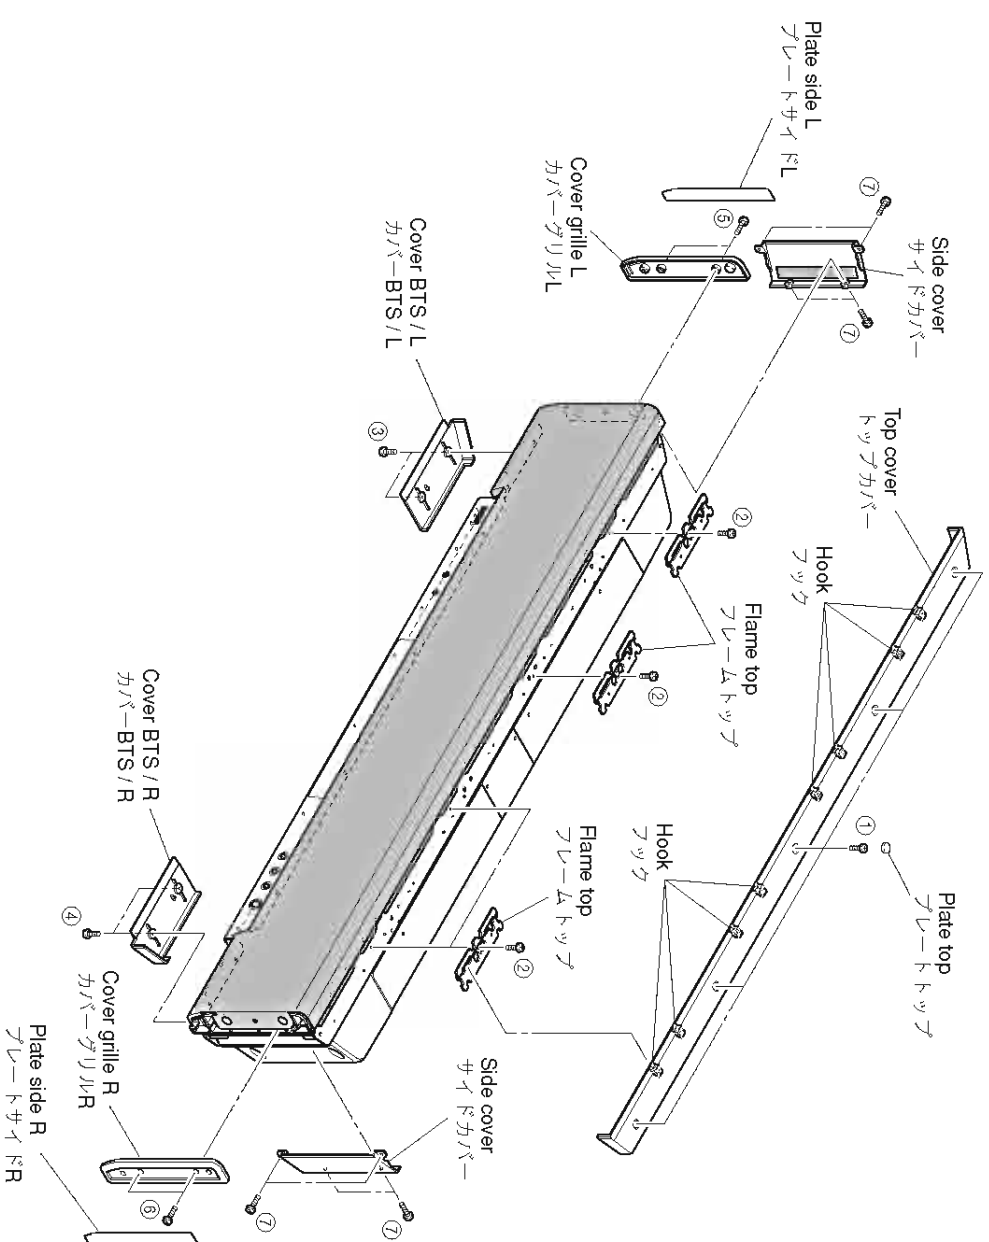

Fig. 1
- a. プレートトップを外し、①のネジ5本を外します。(Fig. 1)
- b. トップカバーの後ろを少し持ち上げ、フック8ヶ所を外し、後方へ取り外します。(Fig. 1)
- * トップカバーを取り付ける場合は、必ず前方のフック8ヶ所から取り付け、次に①のネジ5本を取り付けてください。(Fig. 1)
- c. ②のネジ4本を外し、フレームトップ4個を取り外します。
- d. ③のネジ2本を外し、カバーBTS/Lを取り外します。(Fig. 1)
- e. ④のネジ2本を外し、カバーBTS/Rを取り外します。(Fig. 1)
- f. プレートサイドRを取り外します。(Fig. 1)
- g. プレートサイドLを取り外します。(Fig. 1)
- h. ⑤のネジ2本を外し、カバーグリルLを取り外します。(Fig. 1)
- i. ⑥のネジ2本を外し、カバーグリルRを取り外します。(Fig. 1)
- j. ⑦のネジ8本を外し、サイドカバー2個を取り外します。(Fig. 1)